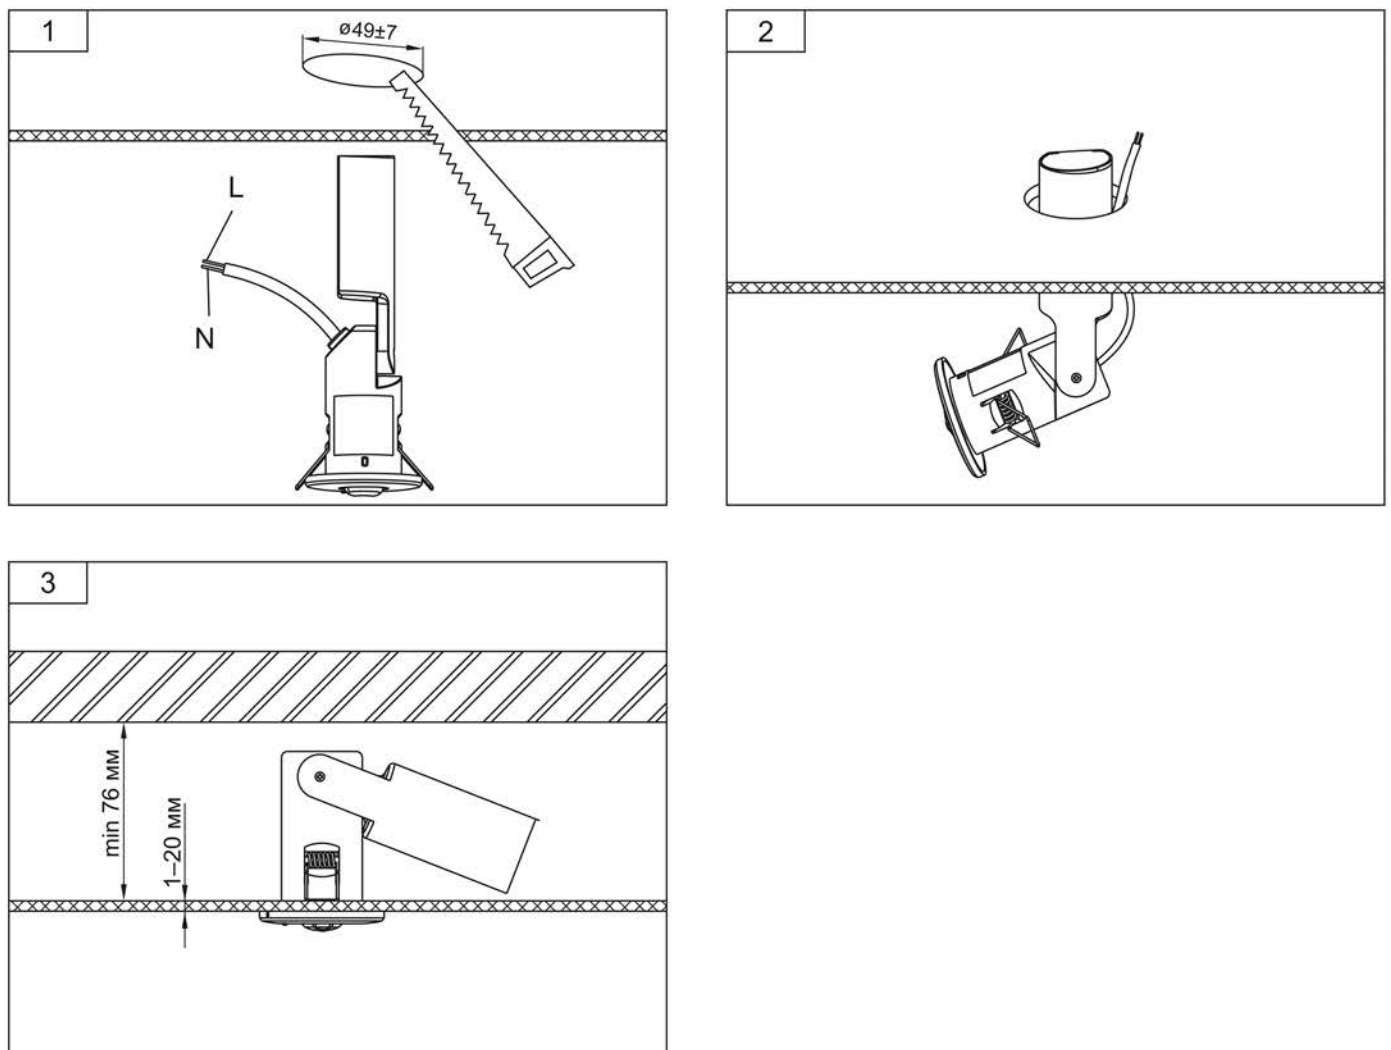

Рисунок 5 – Монтаж ДПА 060
5.3 Замену аккумуляторной батареи производить следующим образом (рисунок 5, рисунок 6):